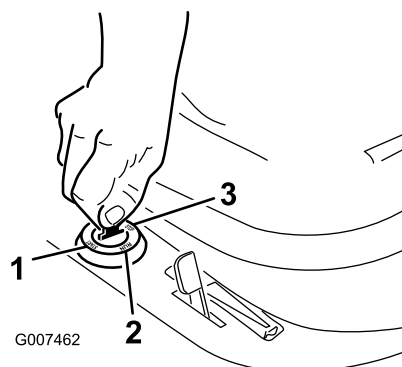

Figura 11
6. Girate la chiave di accensione in senso orario e tenetela in posizione Start (Figura 11). Rilasciatela quando il motore si accende.
2. Girate la chiave di accensione in posizione Stop (Figura 11).